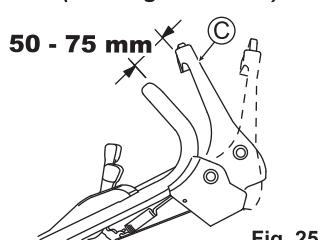

Fig. 25
Réglez de telle façon que la lame commence à tourner lorsque la distance entre le levier d'embrayage de la lame (C) et le guidon est de 50 - 75 mm, avec le bouton jaune enfoncé ainsi qu'ilustré dans la Fig. 25.